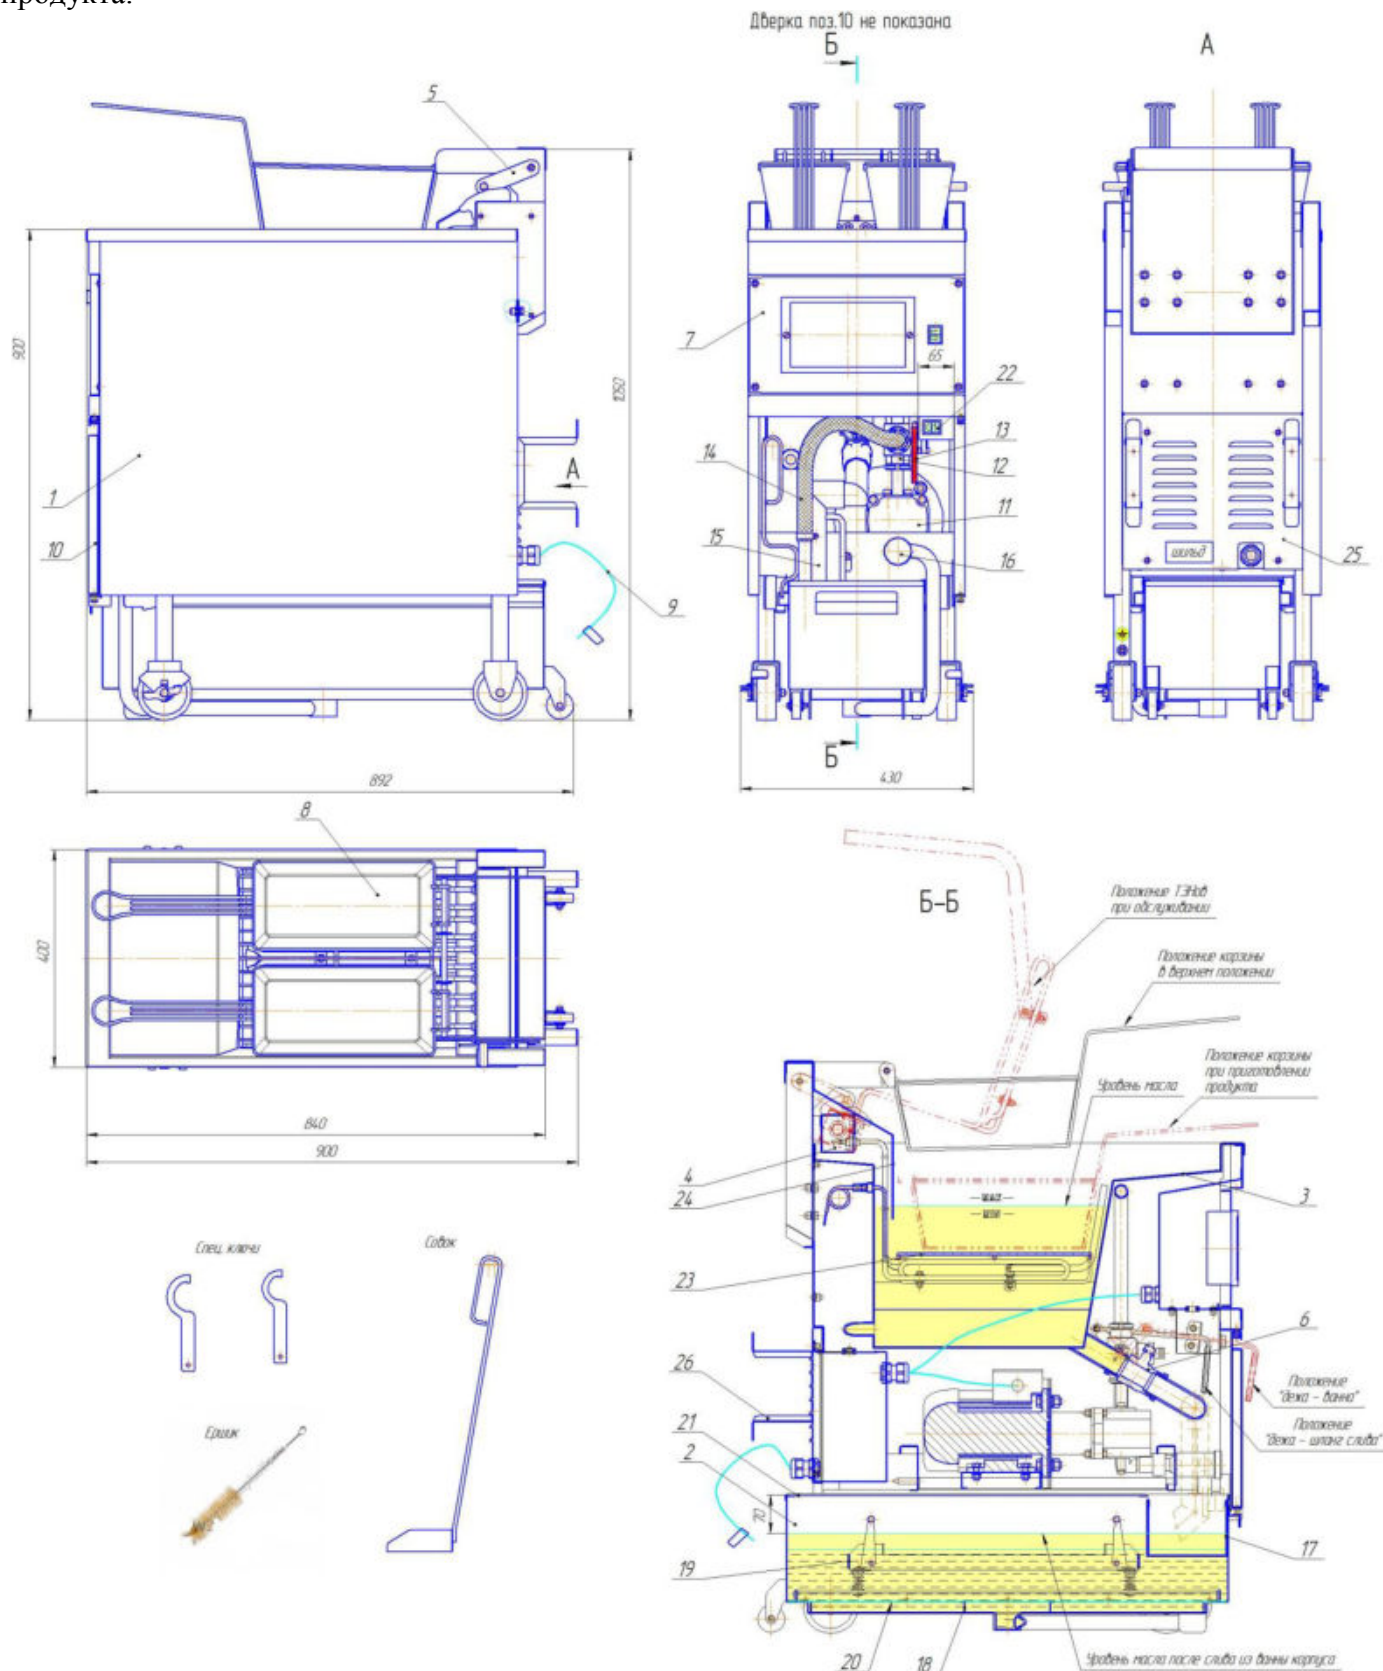

Рис. 1 Фритюрница серии FF.
Фритюрница, показана на рис. 1, состоит из корпуса поз.1, дежи для фильтрации отработанного масла поз.2, ванны поз.3, блока ТЭНов поз.4, механизма удержания блока ТЭНов в верхнем положении поз.5, сливного вентиля поз.6, панели управления поз.7, двух корзин для фритюрницы поз.8, сетевого кабеля поз.9, распашной дверки поз.10. Блок ТЭНов поз.4 откидывается вверх и фиксируется для удобства чистки ванны. Под ванной поз.3 расположен насос поз.11 для перекачки масла. Над насосом поз.11 расположен трехходовой кран поз.12, который с помощью рукоятки переключения поз.13 задает направление перекачки масла: дежа поз.2 – ванна поз.3 и дежа
1. Перед началом работы необходимо установить всё на свое штатное место согласно рис.1, убедиться, закрыт ли спускной кран, проверить исправность заземления. После осмотра налить в жарочную ванну масло по рискам уровня залива – 25...25,5 л.